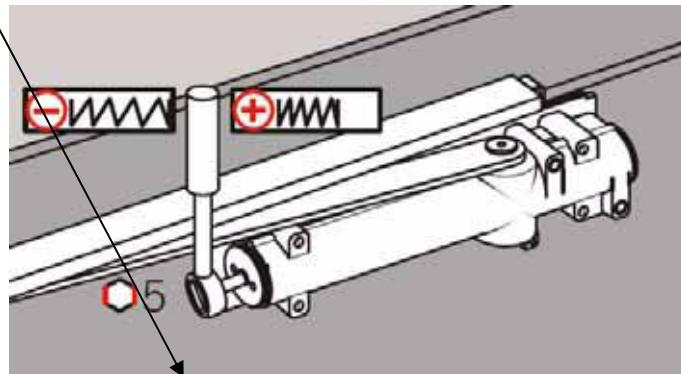

Рис. 8. Регулировка усилия доводчика **DORMA TS92**.
Регулировка усилия доводчика осуществляется предварительным сжатием пружины с помощью регулировочного винта (**рис. 8**).
7. С помощью винта на **рис. 8**, установите необходимое усилие закрывания двери.